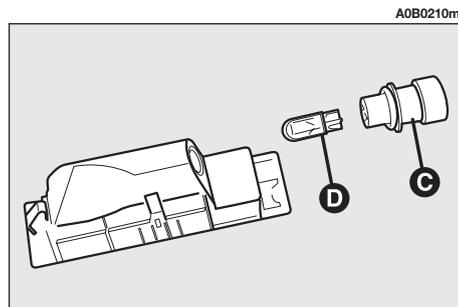

Abb. 47
– Die Lampenhalterung (**C, Abb. 47**) leicht drehen und herausziehen, die unter Druck eingesetzte Glühlampe (**D, Abb. 47**) herausnehmen und ersetzen.